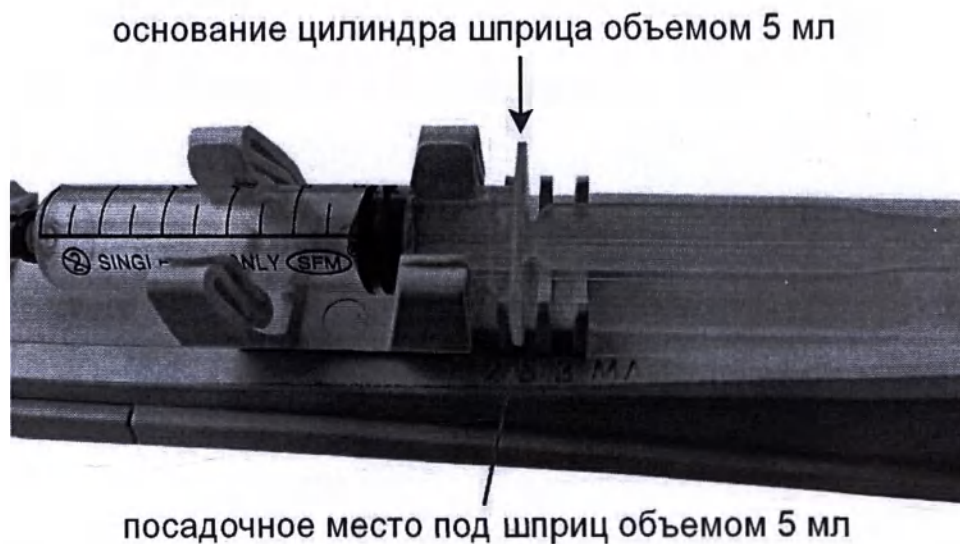

Рисунок 20 – Пример установки шприца объемом 5 мл в посадочное место изделия под шприц 5 мл
- 4) В изделие, в посадочное место, соответствующее выбранному объёму шприца, установить заранее набранный шприц с лекарственным средством, рисунок 20;